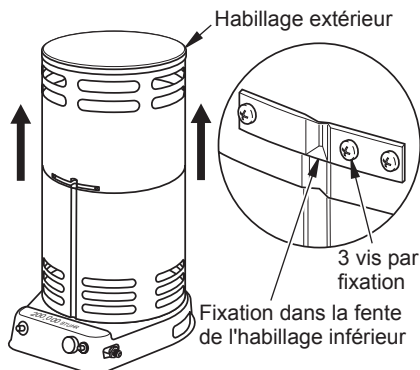

Figure 2 - Souèvement de l'habillage extérieur (Modèle à 200 000 BTU illustré)
1. Prenez soin de protéger vos mains pendant cette étape. Soulevez l'habillage extérieur verticalement, comme le montre la figure 2, jusqu'à ce que les 3 fixations s'emboîtent dans les fentes de l'habillage inférieur. Les trous de vis seront alors alignés.
2. Fixez les fixations en place avec les 3 vis comme l'illustre la figure 2. L'appareil de chauffage ne doit pas être utilisé si l'habillage extérieur n'est pas correctement déployé et vissé en place.